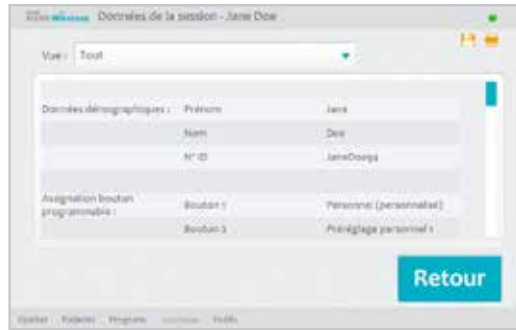

Figure 8-35 : Fenêtre Données de la session
4. La fenêtre des détails de la session s'ouvre, montrant les détails enregistrés pour cette session. Reportez-vous à la Figure 8-35.